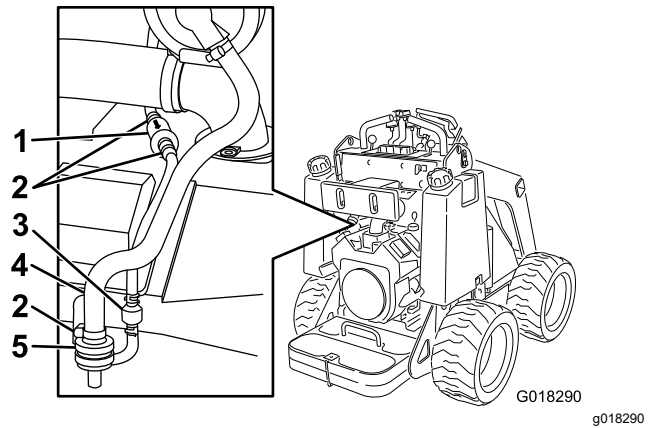

Bild 23
4. Entfernen und entsorgen Sie Luftfilter (Bild 23).
5. Installieren Sie einen neuen Filter im Schlauch und sichern Sie ihn mit einer Schlauchklemme (Bild 23).
3. Lösen Sie die Schlauchklemme über dem Aktivkohle-Luftfilter (Bild 23).
3. Schieben Sie die gefederten Schlauchklemmen an beiden Seiten des Aktivkohlefilters der Entleerungsleitung vom Filter weg (Bild 23).
4. Entfernen und entsorgen Sie den Entleerungsleitungsfilter (Bild 23).
5. Setzen Sie einen neuen Filter in den Schlauch ein; der Pfeil am Filter sollte zum Sperrventil zeigen; befestigen Sie ihn mit den Schlauchklemmen (Bild 23).